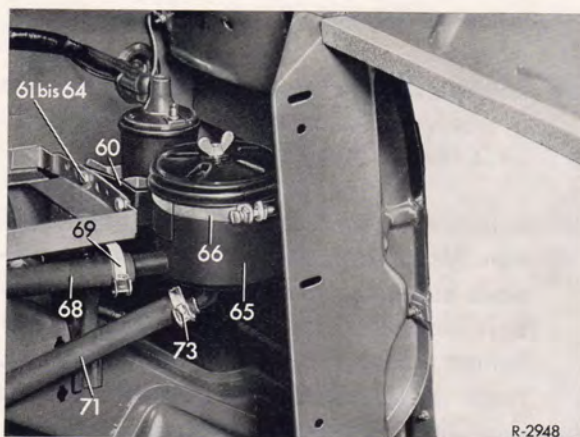

Bild 46-5/9
27. Rohrkrümmer (70) in die Druckölpumpe einschrauben und festziehen (Bild 46-5/4 und 5).
28. Auf den Niederdruckschlauch (71) 2 Gummiringe (72) aufstecken und so verteilen, daß kein Scheuern des Schlauches möglich ist (nur bis Fahrgestell-End-Nr. 064 105